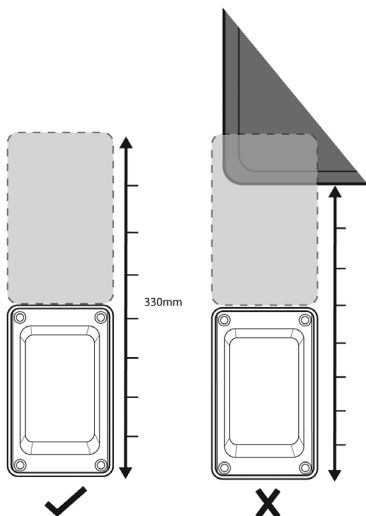

Fig. 2.
- (Fig. 2) Asegúrese de disponer de suficiente espacio libre en la pared para su instalación, incluyendo suficiente distancia para la instalación y apertura de la tapa Whale Easi-Slide.